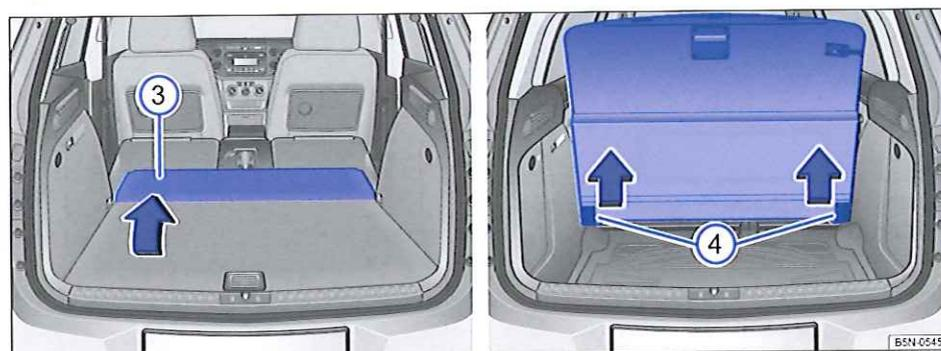

Fig. 105 Dans le coffre à bagages : extension du coffre à bagages vers l'avant ou vers le bas.
- Rabattez le cache ⇒ fig. 105 ③ vers l'avant.